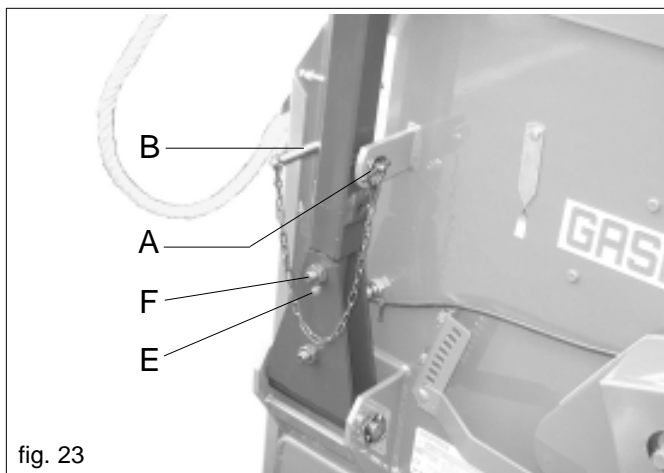
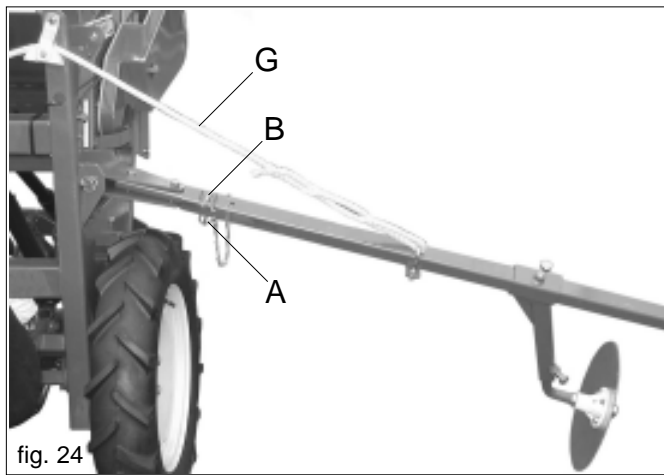

fig. 23
fig. 24
- 1) Décrocher la goupille (A) et retirer le verrou (B) (Fig. 23).
- 2) Abaisser le bras traceur en faisant tourner le bras gauche dans le sens des aiguilles d'une montre et le bras droit dans le sens contraire des aiguilles d'une montre environ de 60°; ensuite, insérer le verrou (B) dans le trou inférieur (cf. Fig. 24) afin de bloquer le bras.
Le bras traceur peut être équipé d'un dispositif de sécurité pour éviter d'endommager la structure du bras en cas de choc contre des obstacles. Pour ce faire, retirer la vis M12 (F) et monter une vis M5 (E) (cf. Fig. 23). En cas de choc, la vis M5 se tranche en laissant ainsi tourner le bras en arrière sans abîmer la structure.
Régler la longueur des cordes afin qu'elles restent tendues durant le travail (G Fig. 24). Pendant le transport, bloquer en position verticale les bras à tracer par la goupille (A, B Fig. 23).